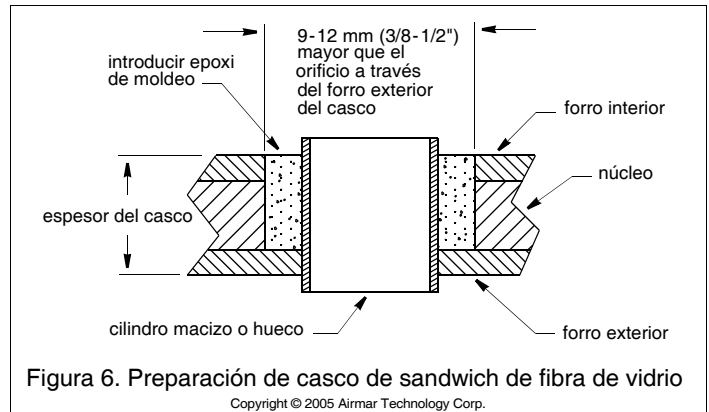

Figura 6. Preparación de casco de sandwich de fibra de vidrio
2. Con una broca hueca de 51 mm o 2", recorte el orificio desde el exterior del casco únicamente a través del forro exterior (Figura 6).